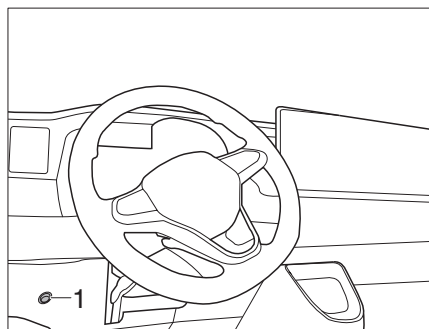

Fig. 321 Interruptor de encendido/apagado de la barra de luces LED
- ▶ Comprobar regularmente el funcionamiento de la barra de luces y del botón de encendido/apagado (Fig. 321,1).
- Pulsar el botón de encendido/apagado (Fig. 321,1) situado a la izquierda, debajo del volante.